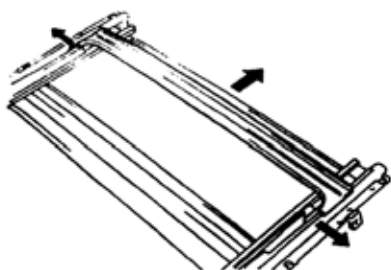

图 9-213
- (1)从支架上断开 4 个排水管。
- (2)拆下 6 个螺栓、2 个螺母和 4 个支架。
- (3)拆下 4 个螺母和支架总成。
8)拆下天窗后流水槽。如图 9-213 所示, 拆下天窗流水槽。